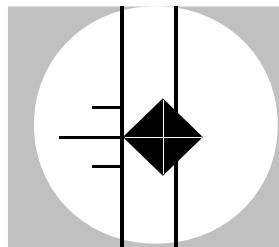

Abbildung 5-9 Bewegung der linken dünnen Linie zur linken Spitze
5. Drehen Sie die kleine Verstellschraube des Messmikroskop um die linke Linie nach links Richtung der Spitze des Eindrucks zu bewegen, wie Abbildung 5-9 zeigt. Dieser Vorgang wird beide Linien gleichzeitig bewegen.